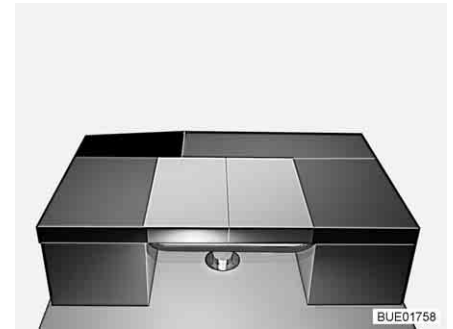

Fig. 122 Después de la transformación
- Colocar el cojín del respaldo del banco lateral en la mesa de modo longitudinal (véase Fig. 122).